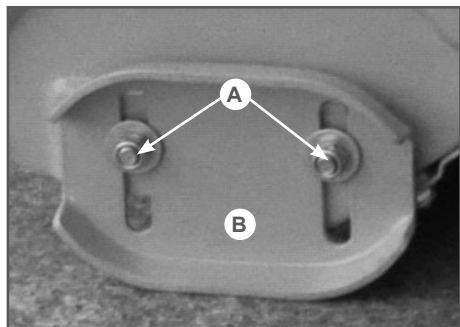

Рис. 27
2. Ослабьте гайки крепления ползочка (А), Рис. 27) и установите ползочек (В) на необходимую высоту. Снова затяните гайки.